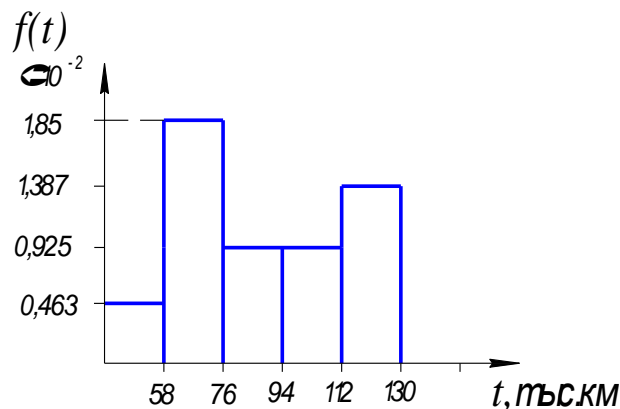

Рисунок 1 - Распределение плотности отказов $f(t)$
15. Построим гистограмму распределения плотности отказов $f(t)$ в зависимости от наработки t , рисунок 1.